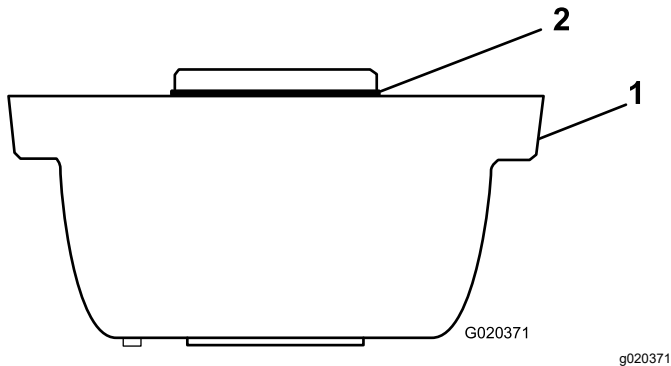

Figure 3
1. Vérifiez que le joint torique est bien en place sur le carter de la brosse de rouleau (Figure 3).